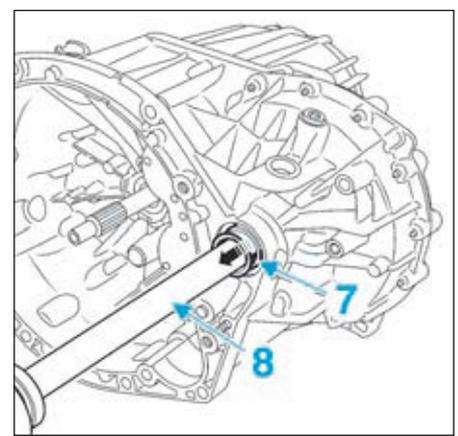
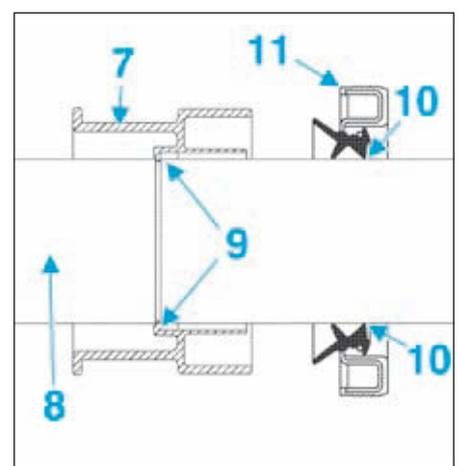

FIG.4
FIG.5
- Pour assurer l'étanchéité de la transmission, faire glisser le protecteur (7) sur l'arbre de transmission (8) puis le clipper dans la gorge (9) (Fig.4) et (Fig.5).
- Faire reposer les lèvres du joint d'étanchéité sur la transmission (8) en tirant sur le protecteur (7) (Fig.4).